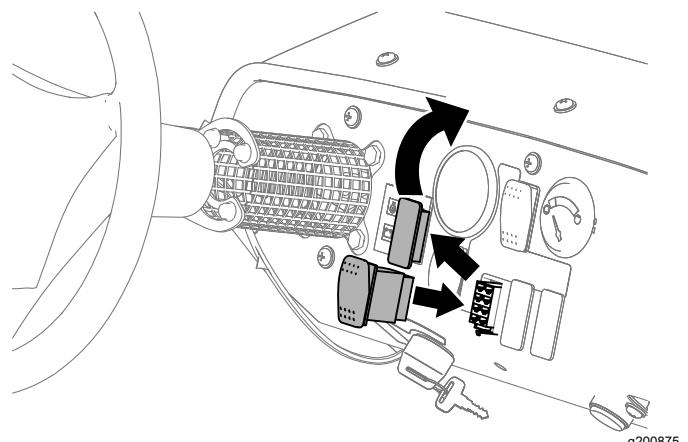

Figura 26
- Retire a tomada no painel de instrumentos da máquina (Figura 26).
- Monte o interruptor no painel de instrumentos e pressione-o até ficar bem preso na abertura (Figura 26).